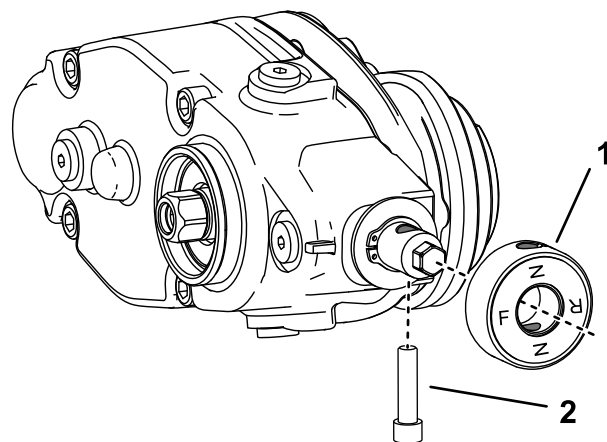

Рисунок 13
7. Если вы устанавливаете механическую щетку с левой стороны машины, выполните следующие действия (Рисунок 13):